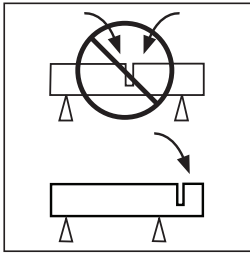

Abb. 16
- Stützen Sie das Werkstück nach Möglichkeit so ab, dass dessen Bewegungen vorhersagbar sind und der Schnitt beim Schneiden offen und stabil bleibt. **(Abb. 16)**